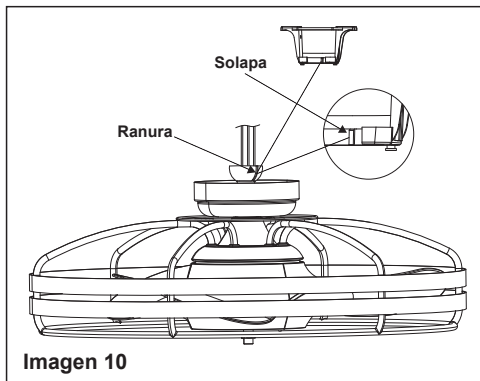

Imagen 10
**Paso 7.** Levante con cuidado el conjunto y apoye la bola de suspensión del conjunto de la barra de bajada en el soporte de suspensión fijado a la caja de salida. Asegúrese de que la ranura de la bola de suspensión esté alineada con la lengüeta del soporte de suspensión. (Fig. 10)